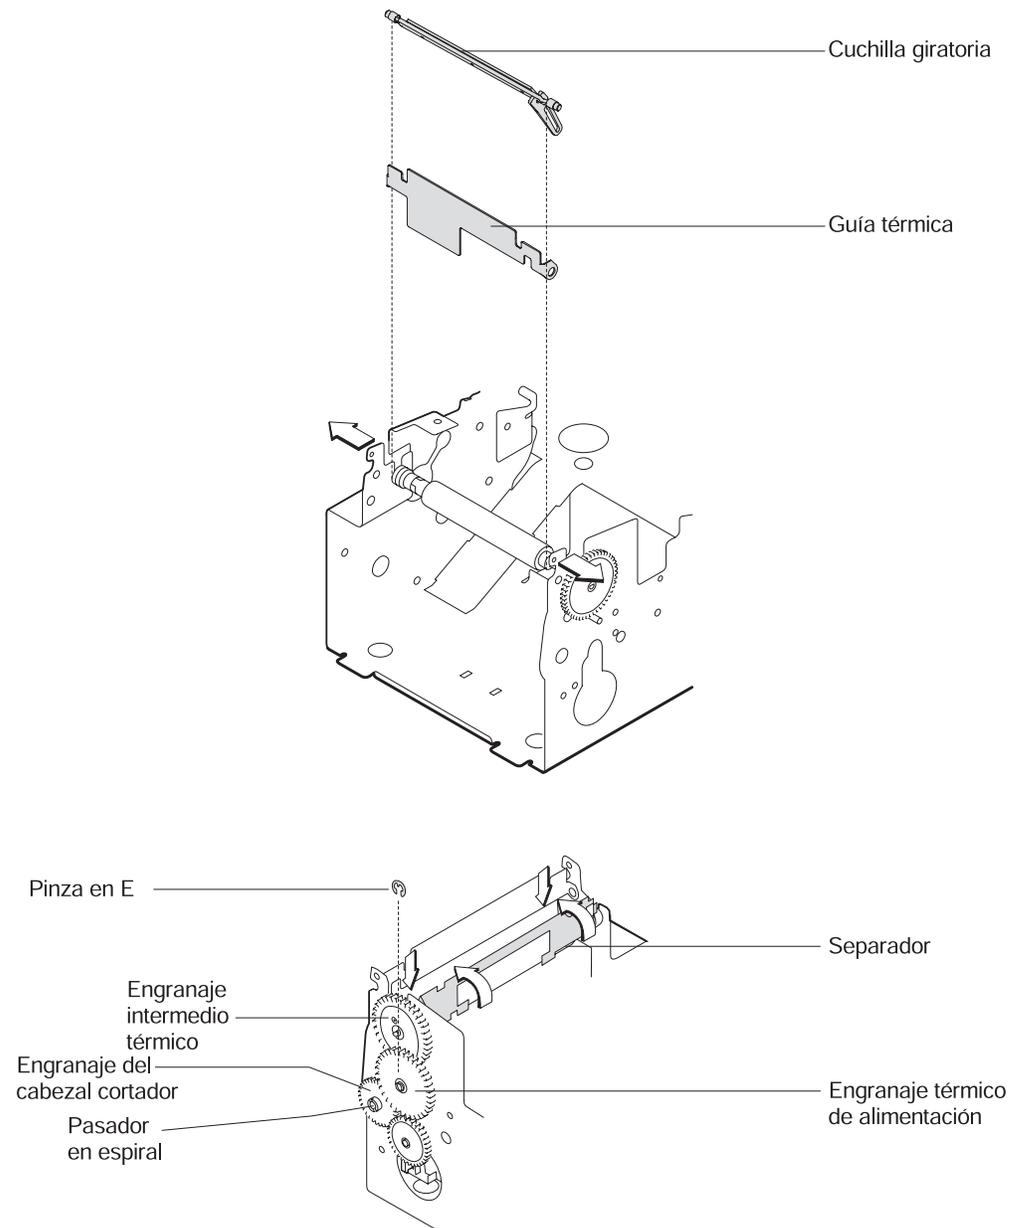

Figura 5-5. Rodaje de las cuchillas del cabezal cortador (modelos TN3 y TN4)
2. Gire manualmente la cuchilla del cabezal cortador 5 ciclos girando los engranajes de alimentación térmica. Esto asegura que las cuchillas funcionen correctamente. Consulte la Figura 5-5.